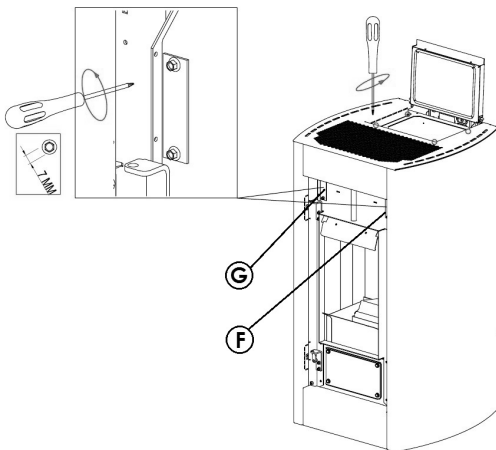

Fig. 83 - Entfernen der Platten
- Den Inspektionsdeckel des T-Anschlusses entfernen (siehe **Fig. 83**).